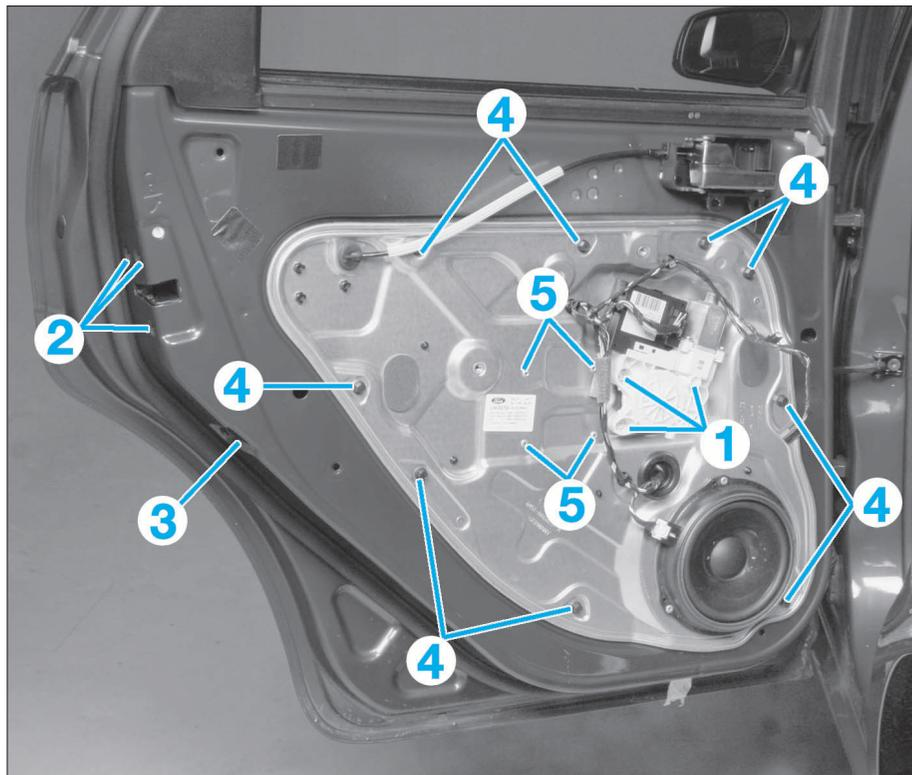

FIG. 67
- Déposer les 3 vis (1) (Fig.67) du moteur de lève-vitre (si équipé).
- les 3 vis (2) (Fig.67) de fixation de serrure.
- la vis (3) du support de serrure.
- les 9 vis (4) du panneau intérieur de porte.
- À l'aide d'une perceuse et d'un foret approprié percer les 4 rivets (5) et déposer le mécanisme de lève-vitre.